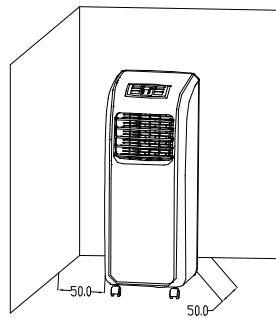

Figure 9
(1). Déplacez la machine avec le tuyau d'échappement de chaleur installé devant la fenêtre et gardez l'appareil à au moins 50 cm des murs ou d'autres objets. (Comme représenté sur la Figure 9).